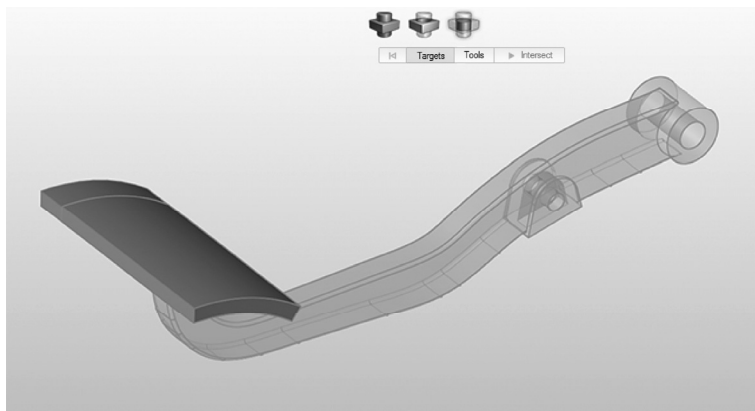

图 6-11
- 3) 在模型视窗中单击制动臂将其选中, 如图 6-11 所示。